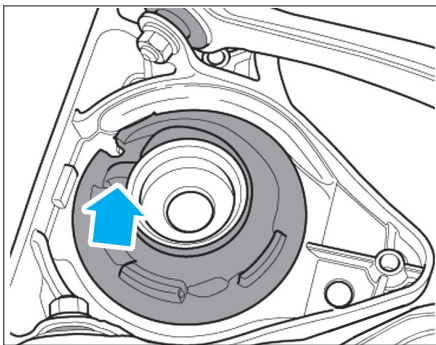

Fig. 13
• Placer le palier supérieur de fixation avec l'embase de ressort sur le ressort précontraint de telle manière que l'embase atteigne l'extrémité de la spire du ressort (Fig.13).